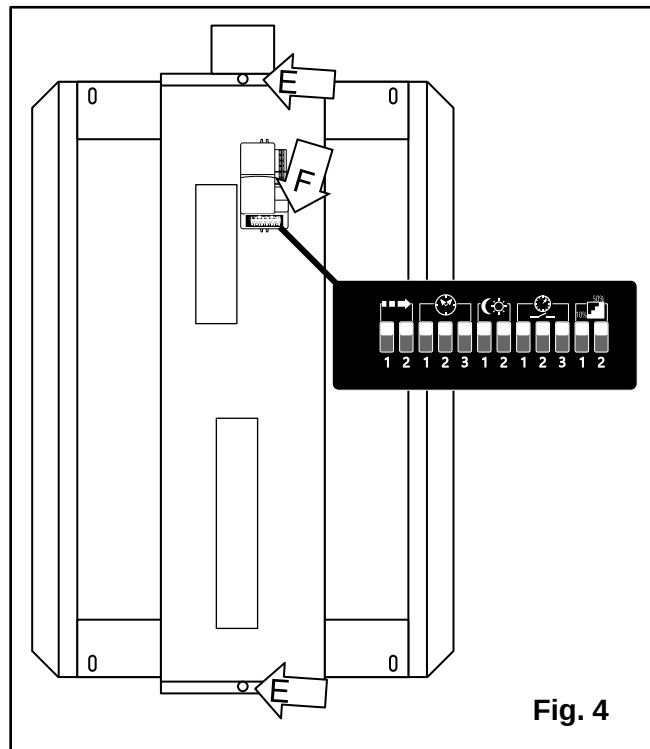

Fig. 4
2. Ajuste los **interruptores DIP del sensor (F)** de movimiento según se desee. [Fig. 4 y 5]
3. Vuelva a colocar la cubierta al reinstalar los dos tornillos (E) que se quitaron previamente.